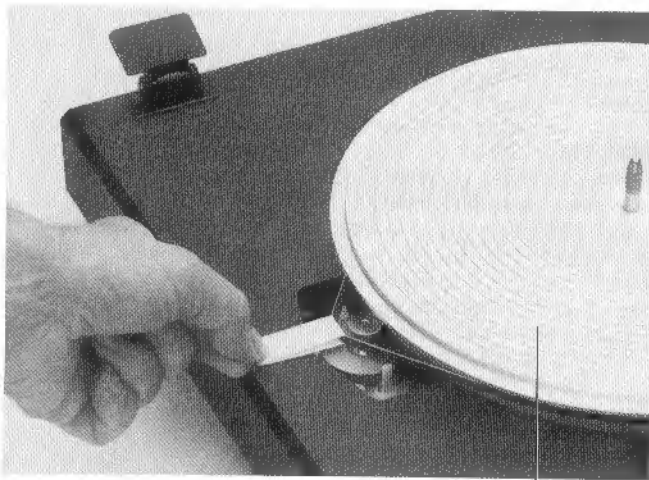

Fig. 1
- Nehmen Sie den Plattenteller (10) mit Plattentellerbelag (11) von der Styroporeinlage.
- Nehmen Sie den Antriebsteller (20) mit Kartonzuschnitt ab.
- Setzen Sie nun den Antriebsteller (20) mit aufgelegtem Riemen wieder auf und drehen Sie ihn, bis das Halteband, welches unter den Antriebsriemen geklemmt ist, neben der Motorantriebsrolle liegt.
- Jetzt mit Hilfe des Bandes den Riemen über die Antriebsrolle legen und das Halteband entfernen (Fig. 1).
- Ziehen Sie die Schutzfolien (21) vom Antriebsteller ab. Achtung: Darunter liegende Klebeflächen sauber halten.